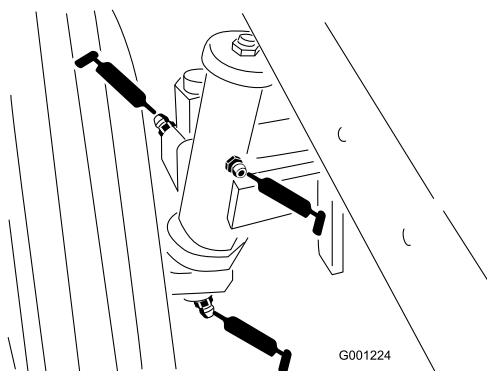

Bild 41
- Spindelbüchsen des Hinterrads (Bild 41)